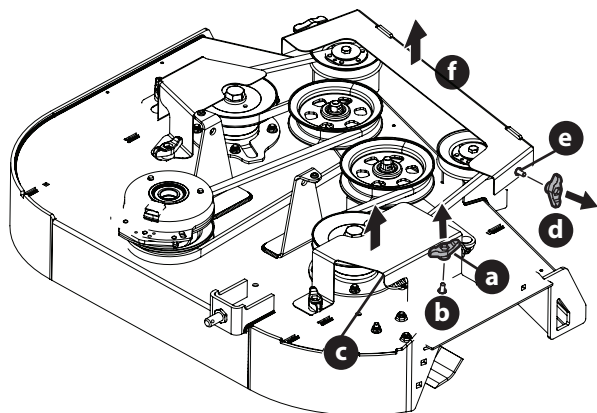

Figura 41
- Retire las perillas de mariposa (a) de los tornillos de carro (b) que sujetan las cubiertas de las correas laterales (c) a la plataforma y retire las cubiertas de las correas laterales (Figura 41).
- Retire las perillas de mariposa (d) de los tornillos de carro (e) que fijan la cubierta de la correa delantera (f) a la plataforma y retire la cubierta de la correa delantera (Figura 41).